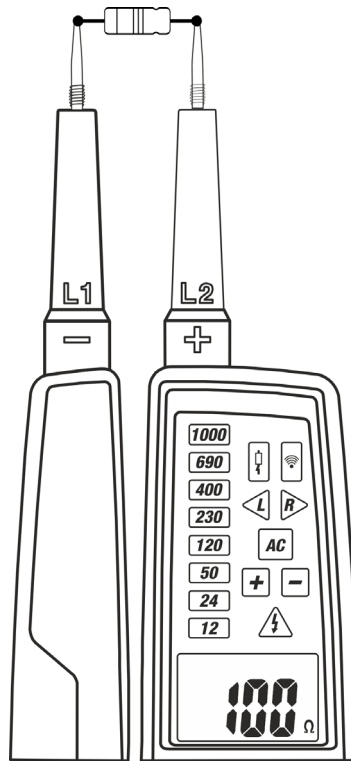

Fig. 10: Misura Resistenza
3. Collegare i puntali L1 e il puntale L2 all'oggetto in prova (vedere Fig.10). Il valore della resistenza è mostrato a display